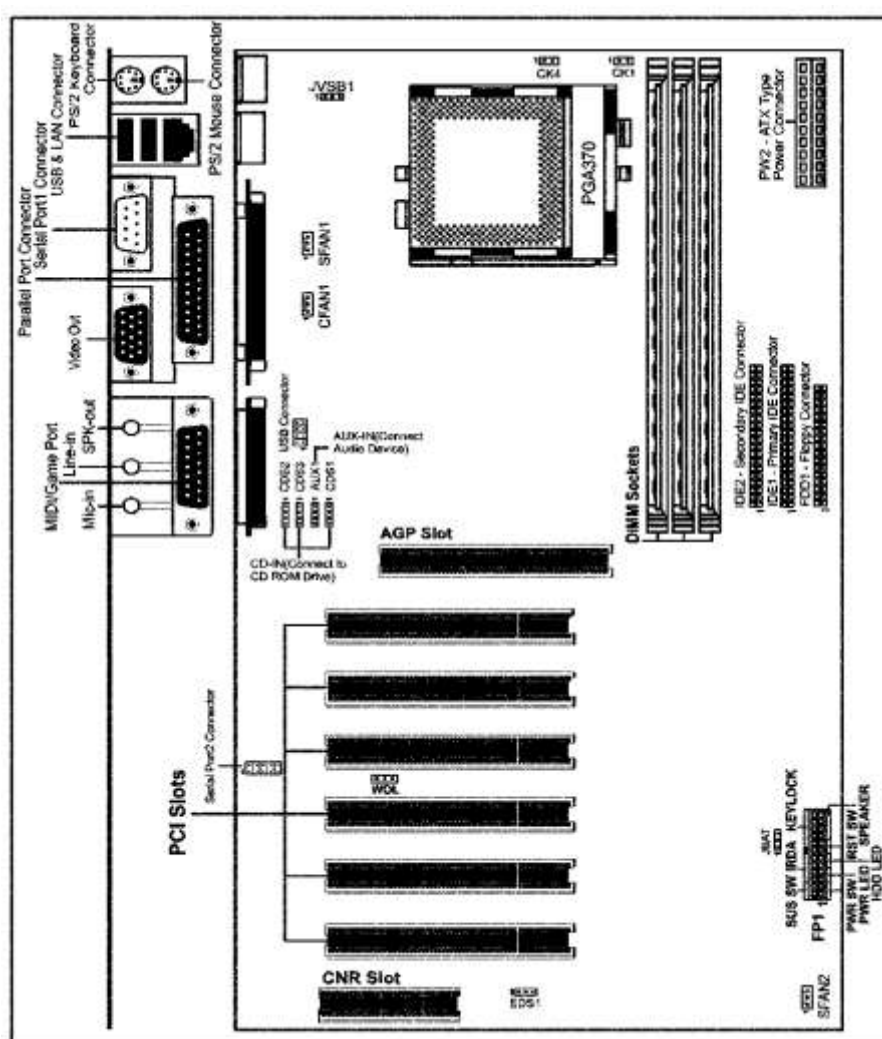

Рис. 3.3. Универсальная системная плата формата АТХ с разъемом Socket-370
Системная плата формата АТХ предназначена для установки в корпус типа АТХ. Стандарт АТХ на конструктивное исполнение системной платы и корпуса системного блока определяет иные размеры плат и задает новое расположение ключевых компонентов платы по сравнению с форматом АТ. Максимальные размеры плат АТХ составляют 305х244 мм для полноразмерной платы, для платы mini-АТХ – 284х208 мм и micro-АТХ – 244х244 мм. Системные платы формата Flex-АТХ и NLX предназначены для создания компактных компьютеров, но для них требуются специальные корпуса. Для плат АТХ также жестко задается длина (размер по задней кромке 305, 284 или 244 мм), а ширина может быть и меньшей. Примерный вид системной платы формата АТХ приведен на рис. 3.3.
14. *Разъем VGA*. Этот разъем типа DB-15S, или D-Sub, имеет 15 контактов, расположенных в три ряда. Он присутствует только на системных платах с интегрированным видеоконтроллером (см. рис. 3.3).